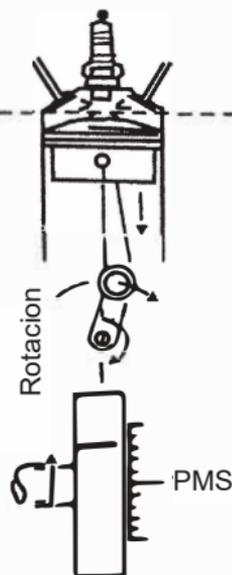

Figura 1
La sincronización se da en grados antes del punto muerto superior (PMS) o después del punto muerto inferior (PMI) en las especificaciones del fabricante. Con el fin de que la mezcla de aire y combustible en los cilindros del motor del coche, la mayoría de sincronización es tal que la chispa se produce en un punto de varios grados antes del punto muerto superior, Véase la Figura 1.
Dos términos adicionales que los fabricantes de motores utilizan dos términos adicionales para describir la sincronización: "Avanzado" y "Retardado". "Como se muestra en la figura 1, cuando la sincronización es avanzada, la chispa se producirá antes de que el pistón alcance la parte superior del cilindro del motor (APMS). En los últimos modelos de automóviles equipados con diversos dispositivos de control de emisiones, la sincronización se retrasa para que la chispa se produzca después de que el pistón haya comenzado a bajar en el cilindro (RPMS). Con el fin de permitir el ajuste y la regulación del reglaje del motor, durante el montaje se instalan en cada motor unos "Marcas de reglaje" especiales. En la mayoría de los casos, estas marcas aparecen en el amortiguador de vibraciones del motor o en la polea del ventilador en la parte delantera inferior del motor. Véase la figura 1. En los primeros motores, esta marca aparecía en la parte trasera del motor, en el volante.
1. Localice la marca de sincronización del motor (véase la figura 1) y utilice un trapo para limpiar toda la grasa y suciedad de la marca y el puntero. Puede ser útil utilizar tiza o pintura blanca en las marcas para que sean más fáciles de ver.